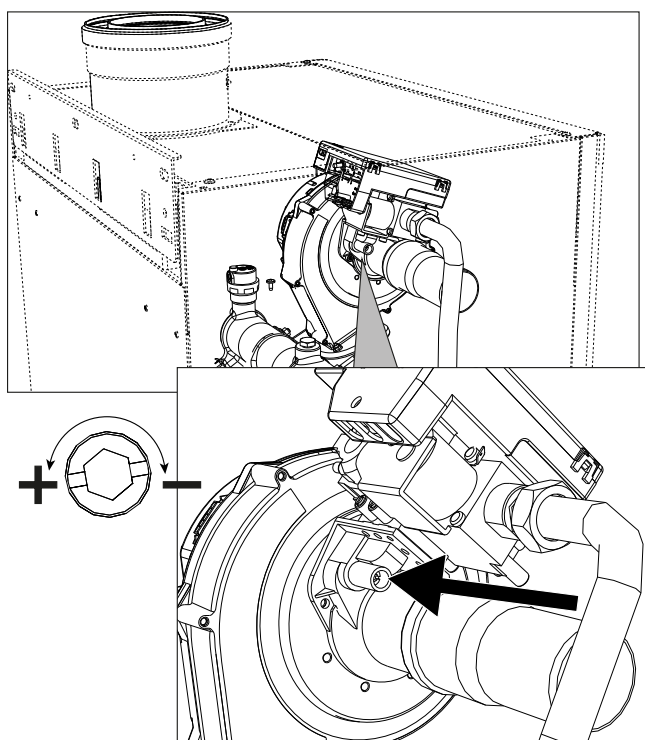
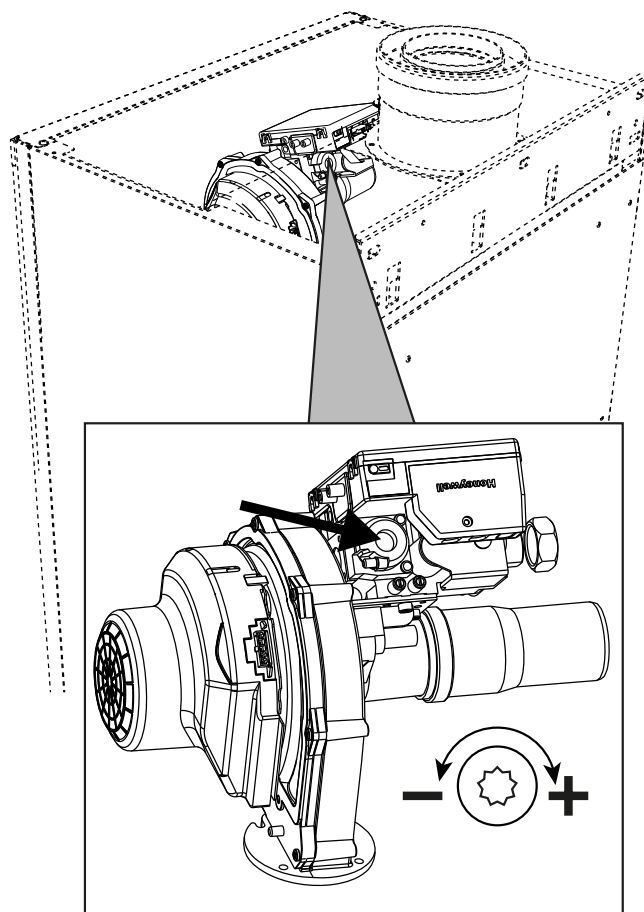
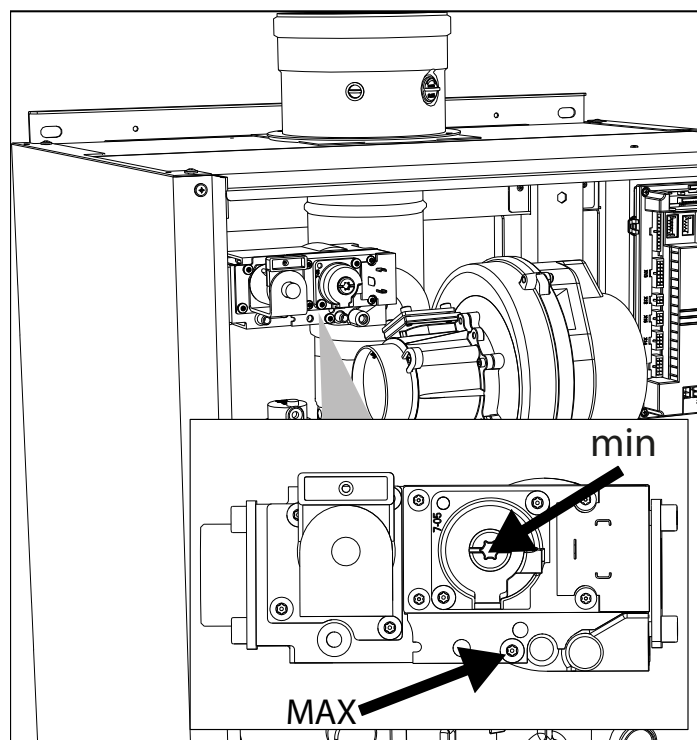

fig. 76- Réglage maximum modèles W 60 et W 80
fig. 77- Réglage minimum modèles W 60 et W 80
fig. 78- Réglage maxi et mini modèles W 99, W 120 et W 150
- En présence de valeurs différentes des valeurs attendues, régler le CO₂ à l'aide de la vis de réglage du maximum en réglant les valeurs de CO₂ indiquées. Voir **fig. 76** pour les modèles **W 60** et **W 80** ou **fig. 78** pour les modèles **W 99**, **W 120** et **W 150**.
- Si les valeurs de CO₂ sont différentes de celles indiquées, ajuster doucement la vis « OFFSET » minimum, en vérifiant que le CO₂ est correct. Voir **fig. 77** pour les modèles **W 60** et **W 80** ou **fig. 78** pour les modèles **W 99**, **W 120** et **W 150**.